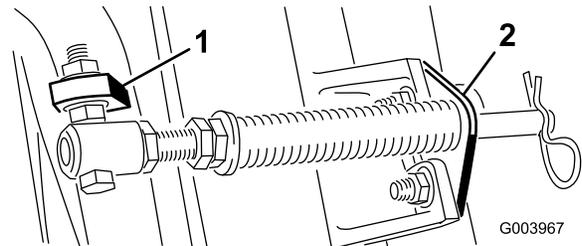
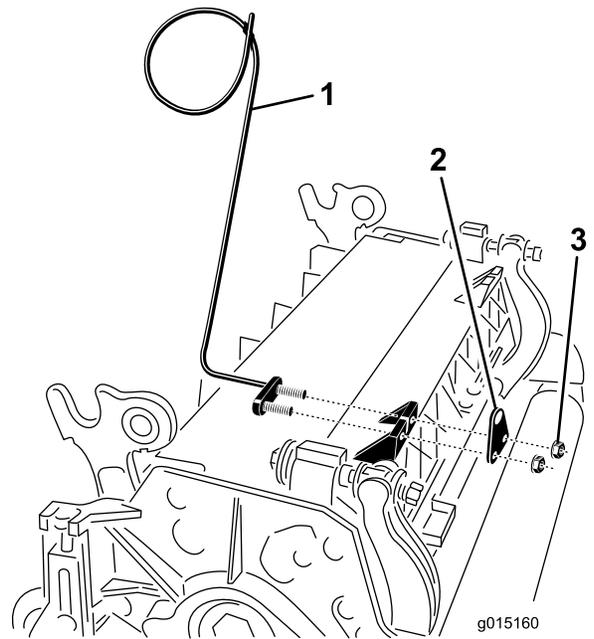

Figure 11
Figure 13
- C. Montez le boulon du tube de ressort sur la patte opposée du bâti porteur et fixez-le en position avec l'écrou à embase. La tête du boulon doit être à l'extérieur de la patte, comme illustré à la Figure 11.
- D. Montez le support de tige sur les pattes du plateau de coupe à l'aide des boulons de carrosserie et des écrous (Figure 11). De plus, sur le plateau de coupe, montez le guide de flexible gauche devant les pattes du plateau quand vous reposez le support de tige (Figure 13).